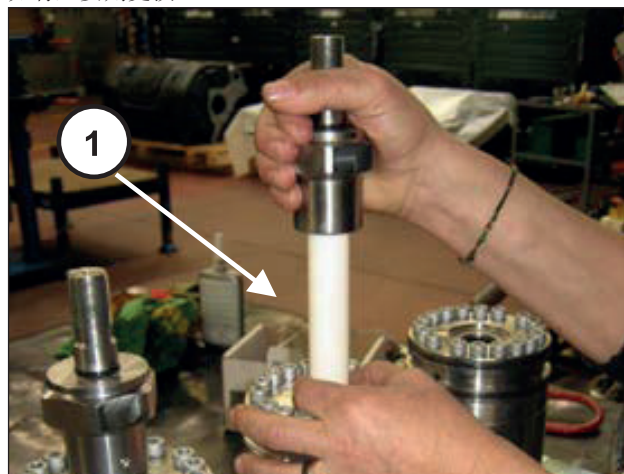
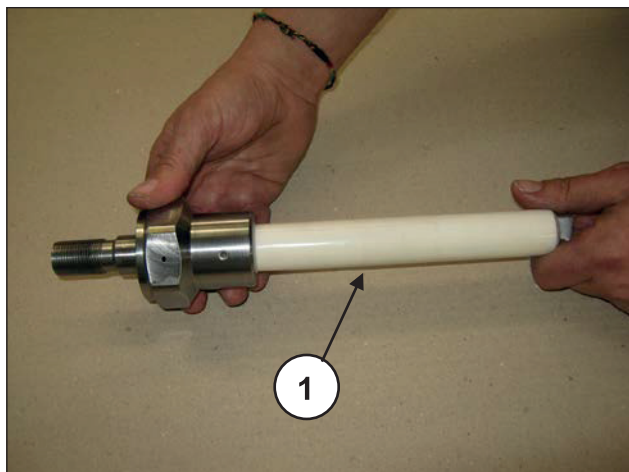

图 186
图 187
手动从缸套取出泵送元件（①，图 186）并检查它们的磨损状况（①，图 187）。